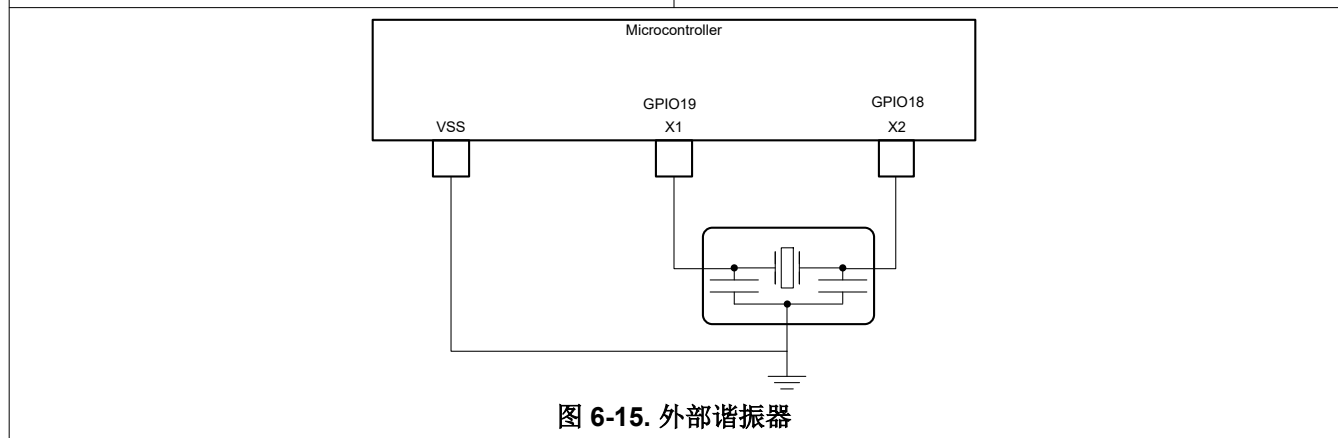

图 6-15. 外部谐振器
- 外部谐振器。如图 6-15 所示，谐振器应连接在 X1 和 X2 之间，且其接地端连接至 VSS。